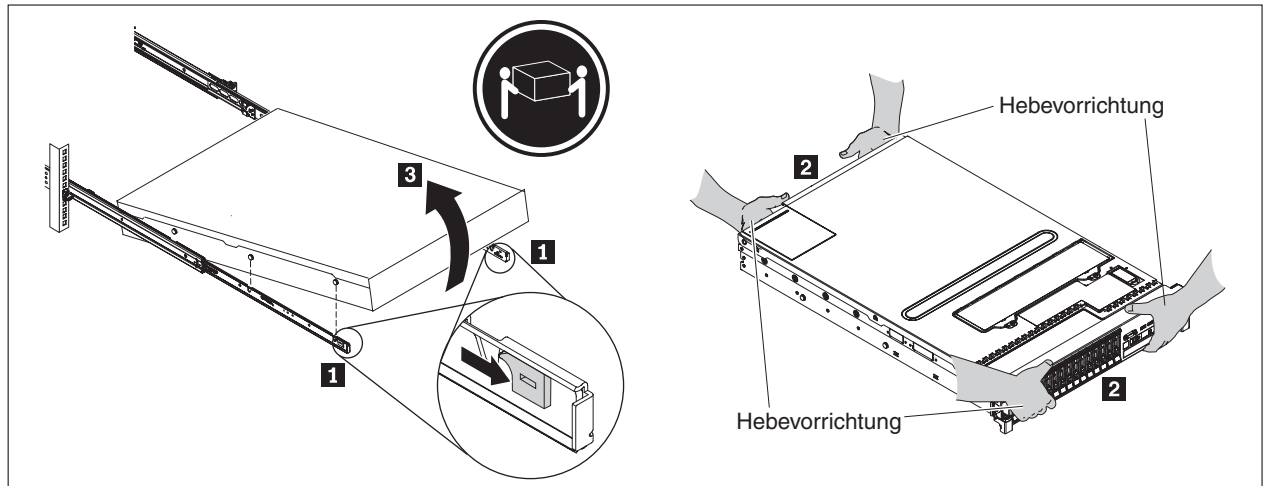

Abbildung 20. Vorderseite der Appliance entriegeln und drehen
Anmerkung: Stellen Sie sicher, dass immer zwei Personen die Appliance anheben und dass diese Personen ihre Hände wie unter **2** in Abb. 20 dargestellt positionieren.
1. Entriegeln Sie die Vorderseite der Appliance und drehen Sie sie, wie in Abb. 20 dargestellt.